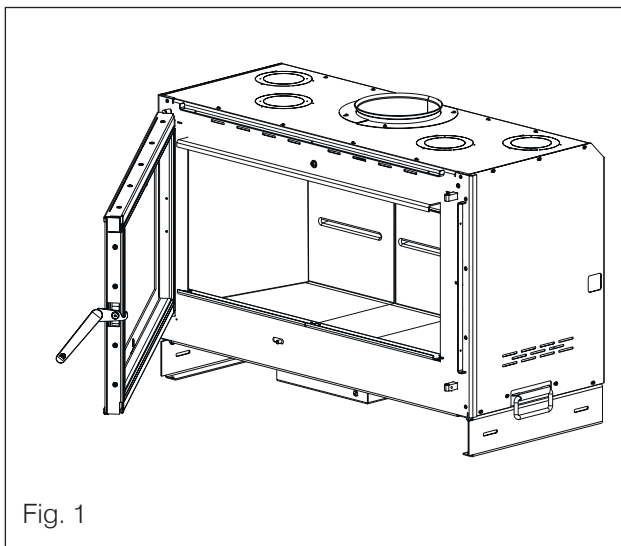

Fig. 1
- open the hearth door (Fig. 1)